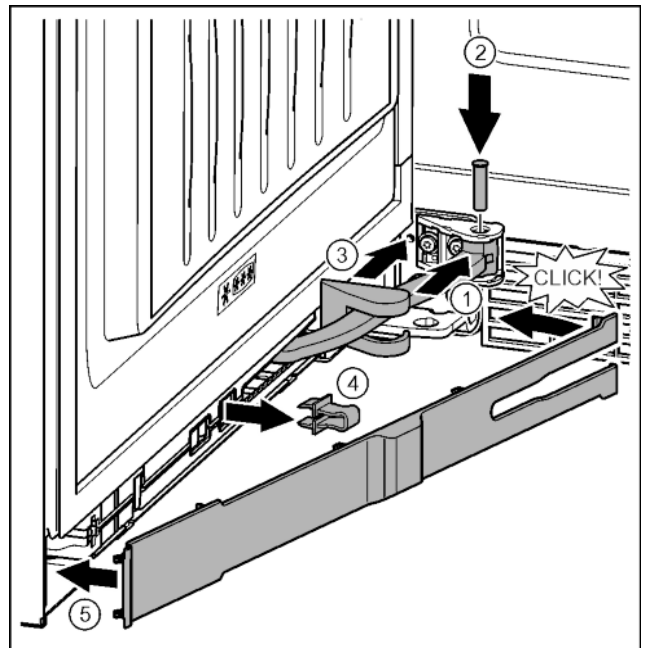

Fig. 43
- ▶ Gelenk in Aufhängung drehen. *Fig. 43 (1)*
- ▶ Bolzen mit einem Schraubendreher T15 in Aufhängung und Gelenk einsetzen. Dabei darauf achten, dass der Rastnocken korrekt in der Nut sitzt. *Fig. 43 (2)*
- ▶ Lagerbockabdeckung entlang des Gelenks schieben und über der Aufhängung montieren. *Fig. 43 (3)*
- ▶ Sicherung abnehmen. *Fig. 43 (4)*
- ▶ Blende griffseitig ansetzen und einschwenken. *Fig. 43 (5)*